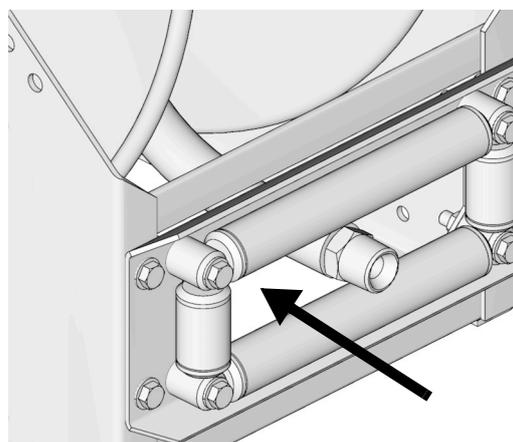

ABB. 19
5. Das lose Schlauchende durch die Schlauchrollen führen und den Schlauch von Hand auf die Haspel wickeln und sichern (ABB. 19).